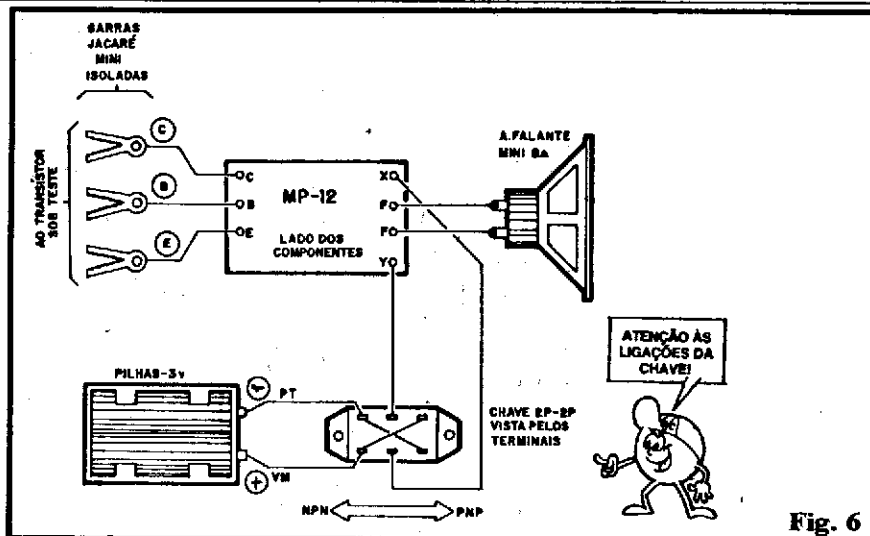
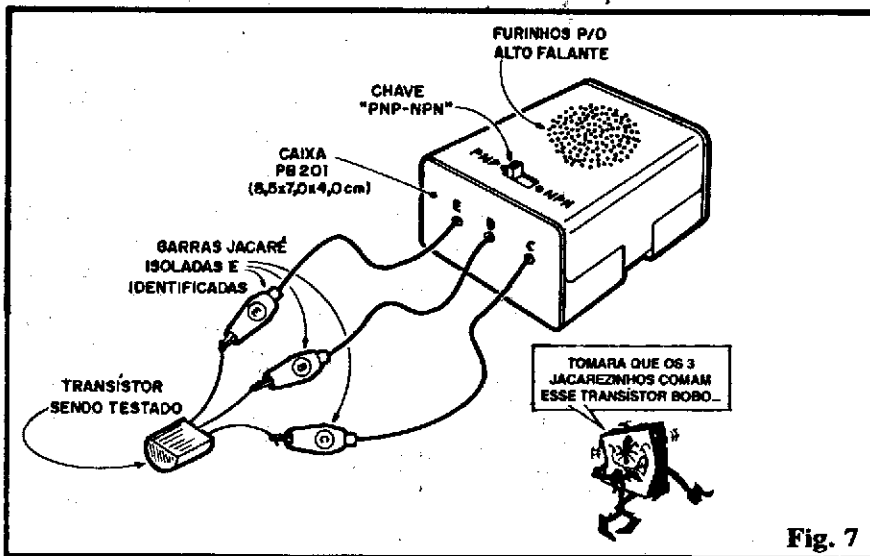

Fig. 6
Fig. 7
- **FIG. 7** - Caixa e utilização do TUT. A figura mostra a mais óbvia e prática sugestão para o "encaixamento" do circuito. Na tampa do **container** podem ser feitos furinhos para a saída de som do alto-falante (este fica colado, frontalmente aos tais furos, pelo lado de dentro da dita tampa...). Logo abaixo pode ser posicionada a importante chave NPN-PNP, com suas funções claramente demarcadas no painel (ver fig. 6). Numa das laterais menores da caixa podem ser feitos 3 furinhos para a passagem dos fios que conduzem às garrafas "jacaré" de teste. Estas devem ser cuidadosamente identificadas e claramente demarcadas com as letras "E-B-C", referindo-se aos terminais do transistor a ser verificado.